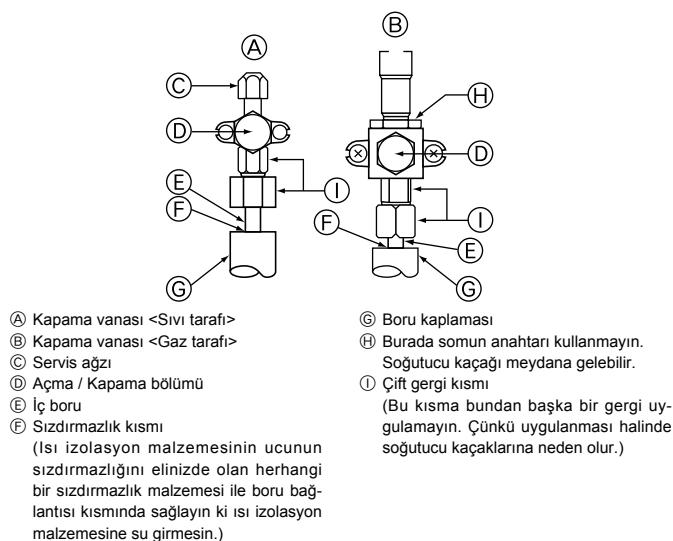

Fig. 4-5
- ⑧ İç ünite ve bağlantı borusundaki havayı vakumla boşaltın.
- ⑨ Soğutucu borularını bağladıktan sonra, döşenmiş boruları ve iç üniteyi gaz kaçağına karşı kontrol edin. (4.4. Soğutucu borusu hava sızdırmazlığı test yöntemi bakın.)
- ⑩ -101 KPA (5 Torr) ulaştıktan sonra yeterli bir süre boyunca (en az bir saat) vakum oluşturarak boruların içini vakumla kurutmak için stop valfi servis portunda yüksek performanslı bir vakum pompası kullanılmıştır. Her zaman geyç manifolunda vakum derecesini kontrol edin. Eğer boruda herhangi bir nem kaldıysa, kısa-süreli vakum uygulanmasıyla vakum derecesine bazen ulaşılabilir. Vakumla kurutmadan sonra, dış ünite için stop valfini (hem sıvı hem de gaz) tamamen açın. Bu, iç ve dış soğutma devrelerinden tamamen birbirine bağlar.
- ⑪ Isı izolasyonundan su girmesini önlemek için boru bağlantı yerlerinin etrafındaki boru kapaklarının uçlarını dolgu malzemesiyle sızdırmaz hale getirin.
4.4. Soğutucu borusu hava sızdırmazlığı test yöntemi (Fig. 4-5)